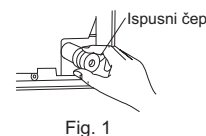

Fig. 1
- Postavite cevi za rashladnu tečnost i odvodno crevo zajedno, zatim čvrsto postavite filcanu traku (4) od kraja. Širina preklapanja filcane trake (4) treba da iznosi 1/3 širine trake. Koristite trakasti graničnik na kraju filcane trake (4).
- Izvučite ispusni čep sa zadnje desne strane unutrašnje jedinice. (Fig. 1)